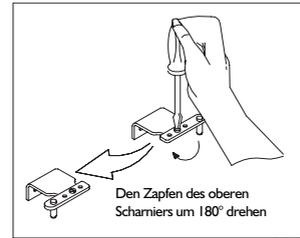

Abb. 6
5. Die Schraube des Zapfens des oberen Scharniers lockern. Den Zapfen um 180° drehen und die Schraube wieder festziehen (Abb. 6).